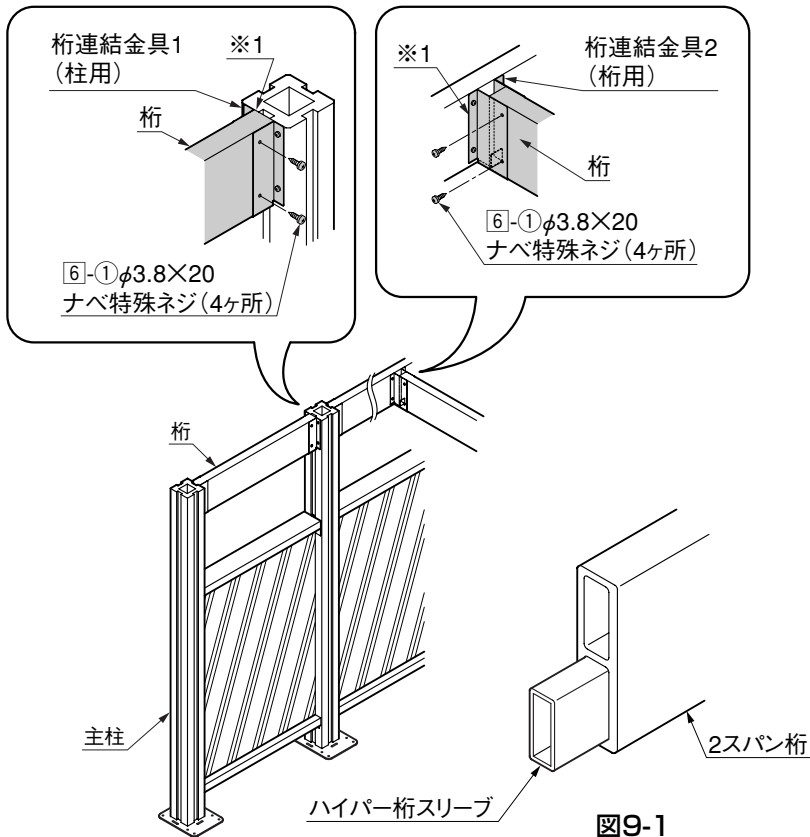

図9-1
- 2スパンの場合、ホロー部の1つにハイパー桁スリーブを挿入し、スリーブを挿入した側を下にして桁連結金具にはめ込み、ネジ位置に桁、桁スリーブの両方にφ2.5の下孔をあけて、6-1で固定してください。(図9-1参照)